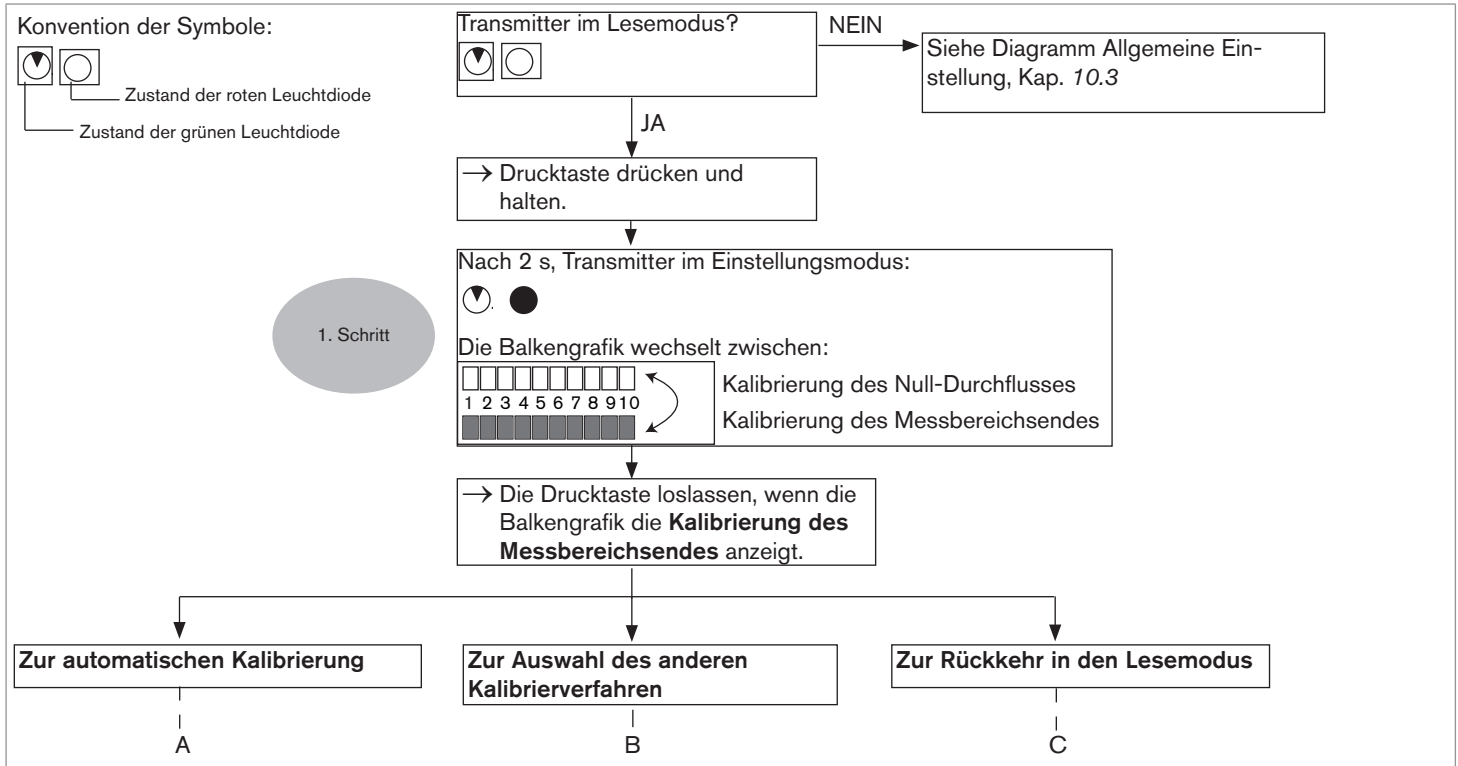
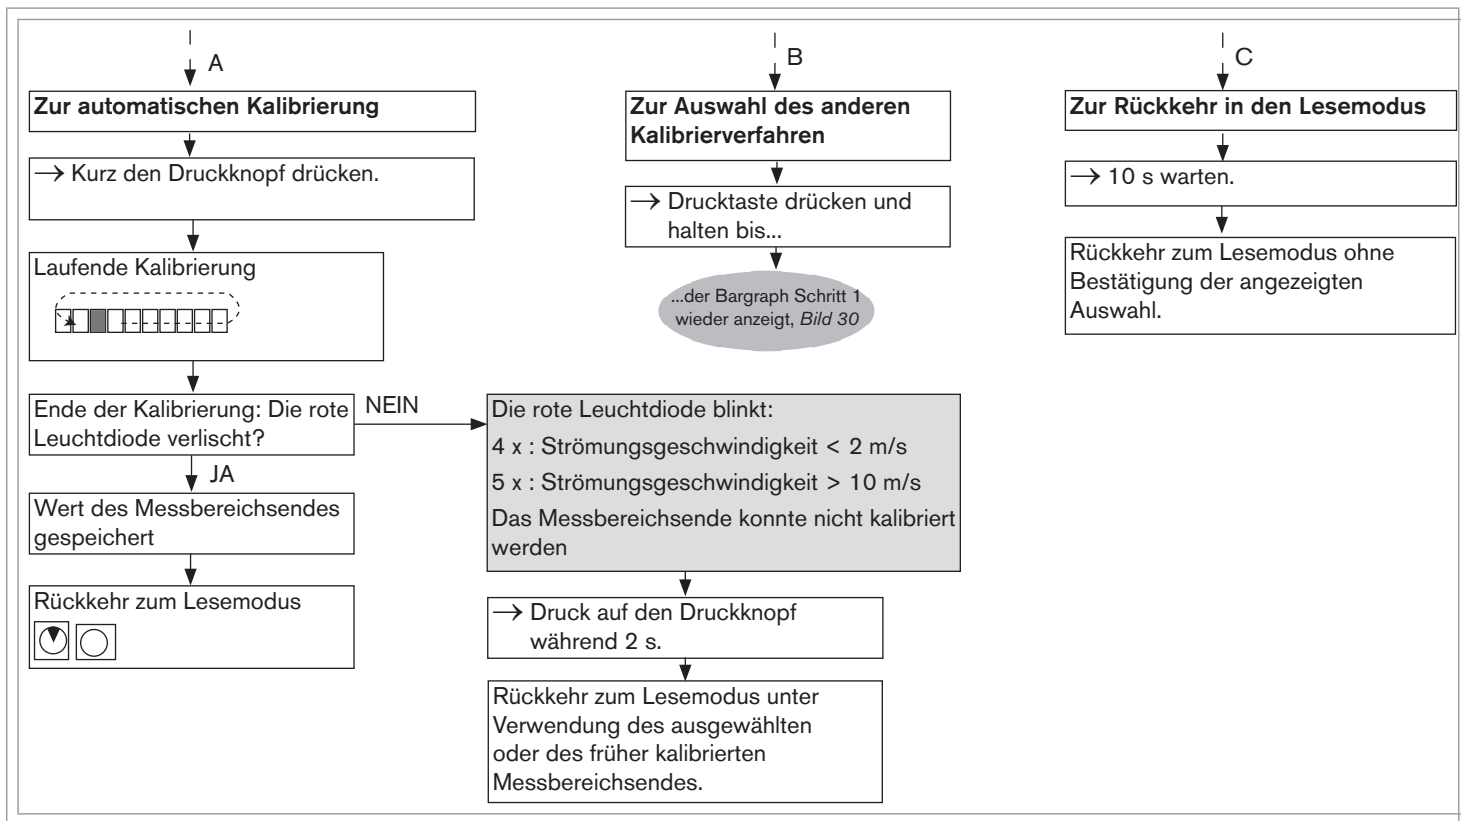

Bild 30: Kalibrierung des Messbereichsendes, Teil 1
Bild 31: Kalibrierung des Messbereichsendes, Teil 2
- Das Messbereichsende kalibrieren, siehe Bild 30 und Bild 31.